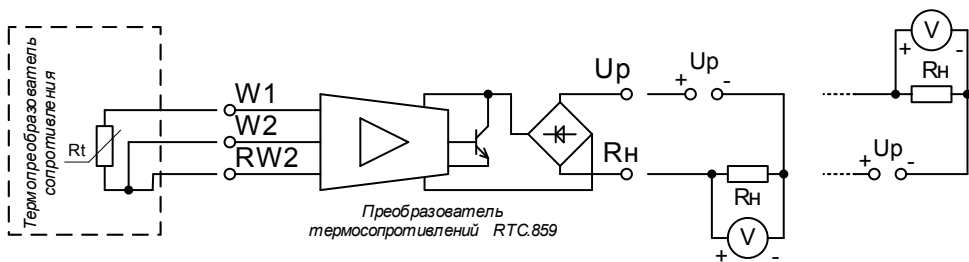

Рис. 4.1 Схема подключения преобразователя термосопротивлений
8.5 Подключить входные сигнальные провода к клеммам W1, W2 и RW2. Подключить выходные сигнальные провода к клеммам Up и Rn. Полярность подключения выходных проводов – любая. Схема подключения преобразователя представлена на рис. 4.1.